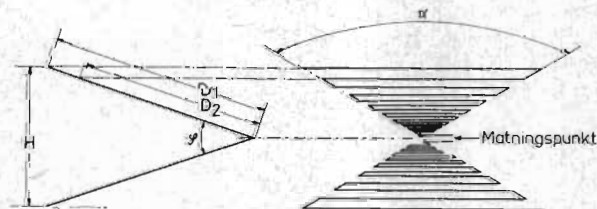
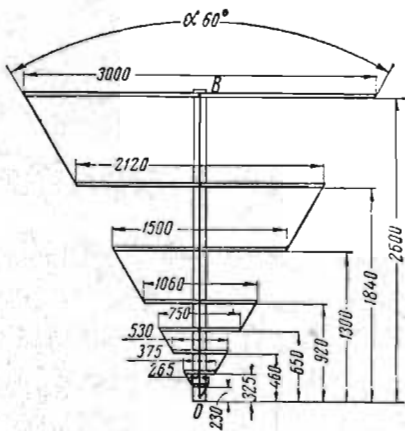

Fig 1
Fig 9
Observera att L_1 är $=L$ enligt ekv. (1) och att $D_1=D$ enligt ekv. (2) för antenn enligt fig. 1.
En antenn enligt fig. 1, avsedd för frekvensområdet 50—500 MHz, kan byggas upp av aluminium- eller kopparrör som monteras på en V-formad ställning av trä eller metall. Fig. 9 visar en måttskiss för en sådan antenn, täckande bandet ca 50—500 MHz. Observera att antennerören minskar i diameter ju närmare antennspetsen man kommer. Antennelementen förbindes i sina ytterändar med 2—3 mm kopparledare som lödes fast. I fig. 10 visas en träställning för antennen, man kan emellertid lika gärna ha metall. Antennelementens mittpunkter kan utan vidare förbindas metalliskt inbördes. 150 ohms bandkabel bör kunna användas.